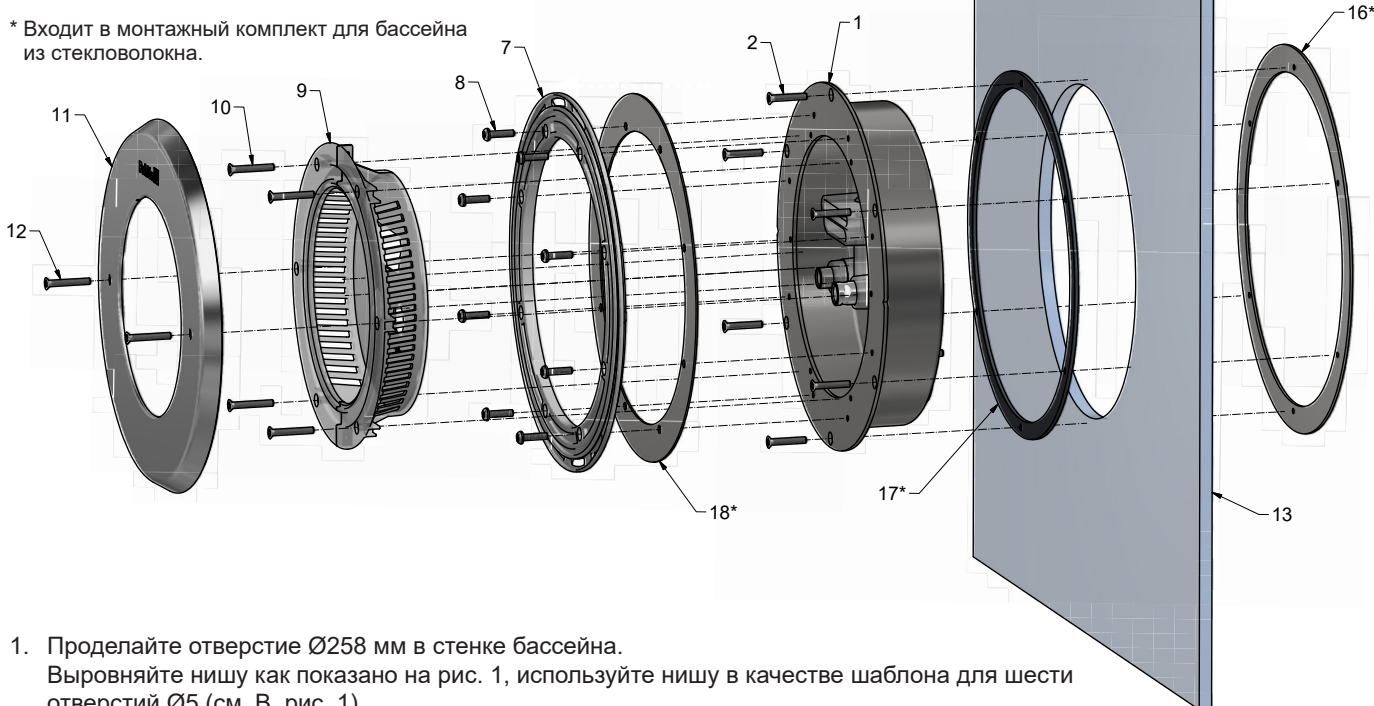

Рисунок. 1
1. Прodelайте отверстие Ø258 мм в стенке бассейна. Выровняйте нишу как показано на рис. 1, используйте нишу в качестве шаблона для шести отверстий Ø5 (см. В, рис. 1).